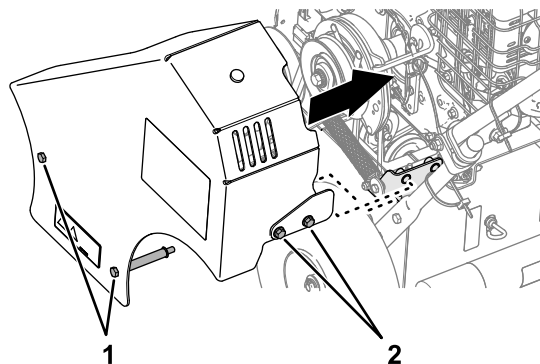

Figura 25
1. Allineate il copricinghia, le viti a testa cilindrica e i bulloni a testa flangiata ai fori nella piastra laterale del telaio e nella staffa a molla (Figura 25).
2. Montate il copricinghia sulla macchina con le 2 viti a testa cilindrica e 2 bulloni a testa flangiata (Figura 25).